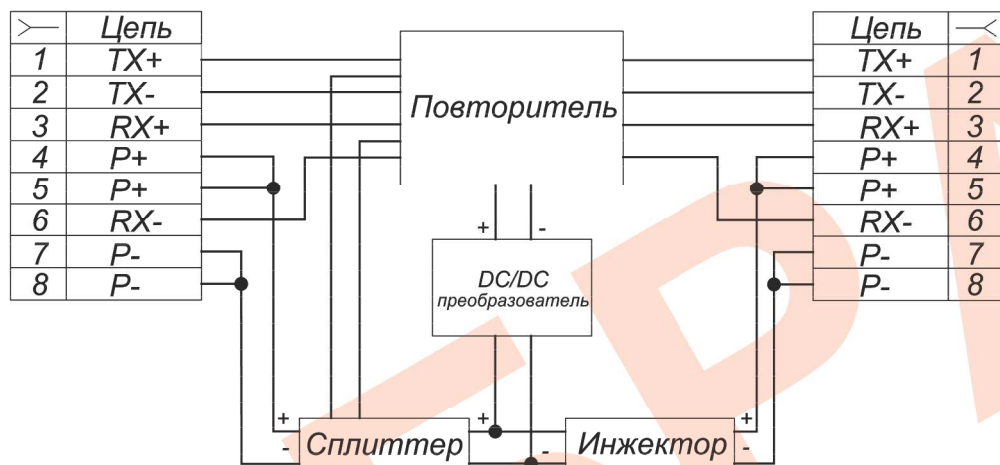

Рис.1 Структурная схема УЛИ-ЕП исп.1
1. Структурная схема УЛИ-ЕП исп.1 приведена на рис.1.